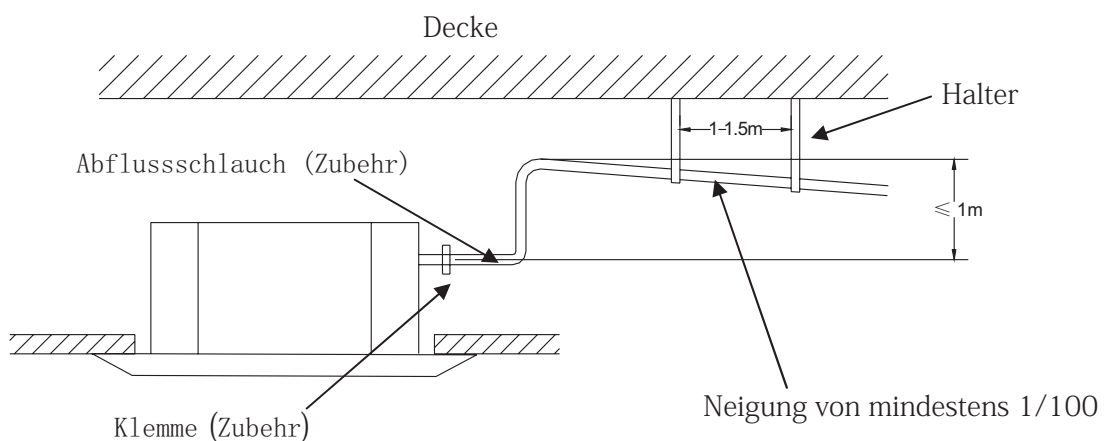

Abb.13
1. Heben Sie das Abflussrohr nicht höher als 1m, sonst besteht die Gefahr, dass Wasser durchsickert (Abb.13)
2. Prüfen Sie, ob das Abflussrohr eine Abwärtsneigung (von 1/100) aufweist und kein Wasserhindernis vorhanden ist (Abb.13).